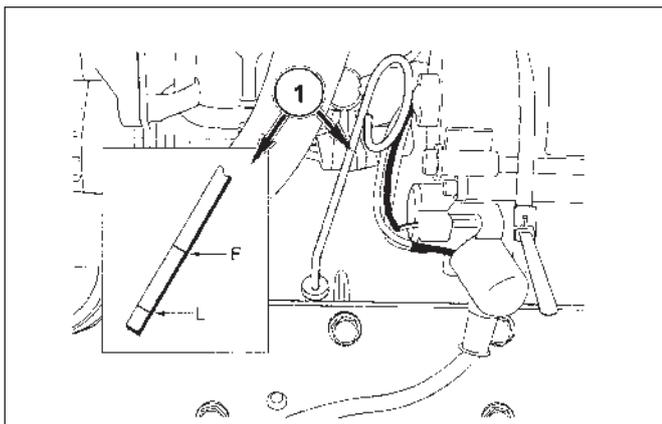

FIG. 6-8
**FIG. 6-8:** Pour contrôler le niveau d'huile moteur – le tracteur doit être garé sur un sol plat, moteur à l'arrêt. Sortez la jauge, 1, et vérifiez que le niveau d'huile se situe entre le repère supérieur F et inférieur L de la jauge. Essuyez la jauge, réinstallez momentanément et contrôlez à nouveau le niveau d'huile.